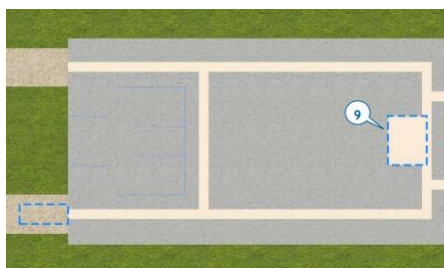

Рисунок 10.6 – Прямокутний вузол
9. Намалюйте вузол, щоб визначити місце, де агенти моделі паркуватимуть вилкові навантажувачі, коли вантажівки простоюють або більше не потрібні агентам для виконання завдання. Використовуйте інший прямокутний вузол, щоб намалювати зону паркування (рис. 10.6), а потім назвіть цей вузол *forkliftParking*.